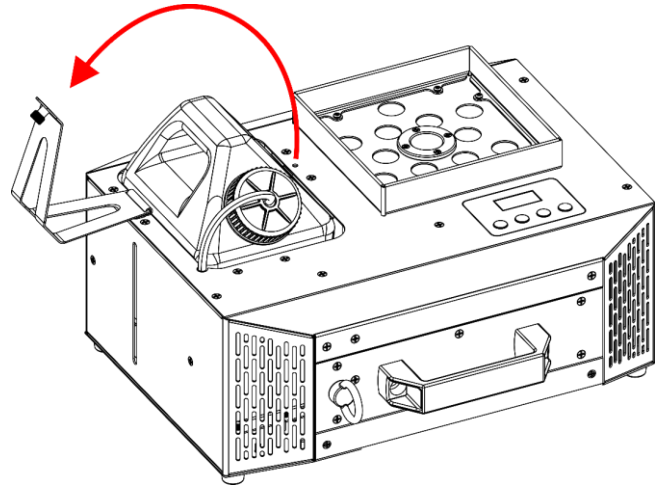

Fig. 39
- 03) Incline el **soporte del depósito de líquido (03)**, como se muestra en la Fig. 39.